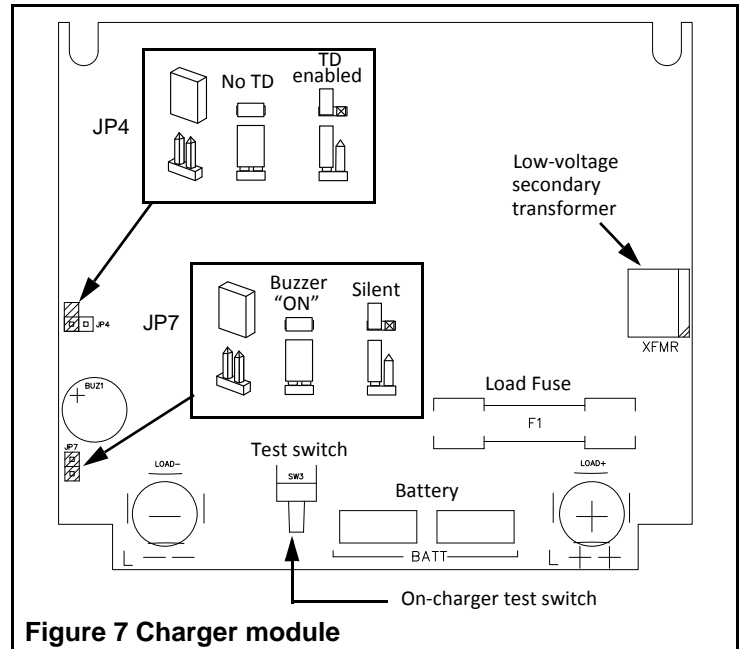

Figure 7 Charger module
12. **On-charger manual test**: the unit also has a test button installed on the charger module located on the bottom of the unit (See figure 7). This is useful during maintenance, with the unit door open. The button performs the same functions as the remote control.
The Time Delay feature can be enabled or disabled in the field with the following procedure (See figure 7):
The audible service alarm can also be permanently disabled in the field by disconnecting the jumper JP7 (See figure 7).
13. Test manuel sur le chargeur: un bouton test est aussi installé sur le module chargeur situé au bas de l'unité (Figure 7). Ceci est utile durant l'entretien, lorsque la porte de l'unité est ouverte. Le bouton exécute les mêmes fonctions que la télécommande.
La fonction de temporisation peut être activée ou désactivée sur le terrain comme ci-dessous (Figure 7):
L'alarme d'entretien audible peut de plus être désactivée en permanence sur le terrain, il suffit de débrancher le cavalier JP7 (Figure 7).